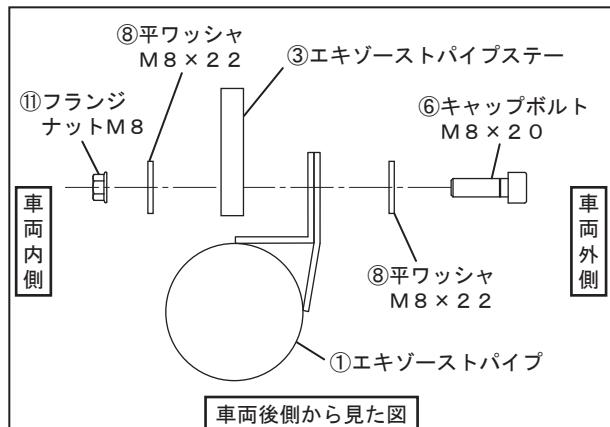

FIG. 7
5. ①エキゾーストパイプのステーを③エキゾーストパイプステーに合わせて⑥キャップボルトM8×20、⑧平ワッシャM8×22をFIG. 7を参照して通し、⑪フランジナットM8をボルトが外れない程度に通して下さい。